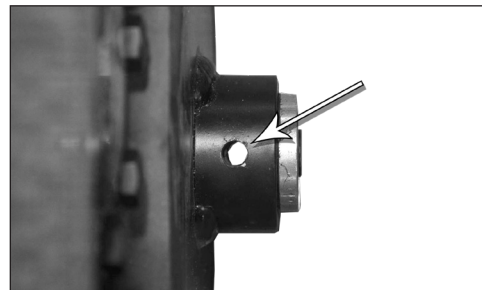

FIG. 3
1. Aligner le trou de moyeu de la roue avec le trou d'essieu (Figure 3).